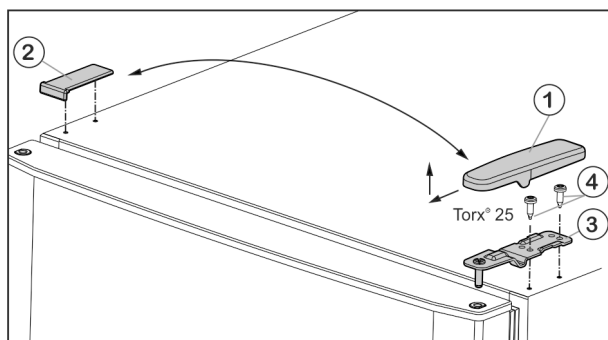

Fig. 4
- ▶ Trageți capacul Fig. 4 (1) în față și în sus.
- ▶ Ridicați capacul Fig. 4 (2).
- ▶ Deșurubați suportul superior al lagărului Fig. 4 (3) (2 șuruburi Torx® 25) Fig. 4 (4) și trageți-l în sus.
- ▶ Introduceți în ușa suportul de lagăr superior Fig. 4 (3), pe noua latură a balamalei.
- ▶ Strângeți cu șuruburi (cu 4 Nm) suportul superior al lagărului (2 x Torx® 25) Fig. 4 (4). Eventual punctați în prealabil găurile de înșurubare sau utilizați o șurubelniță cu acumulator.
- ▶ Aplicați din exterior și cuplați capacul Fig. 4 (1) pe partea opusă.
- ▶ Aplicați de sus și cuplați capacul Fig. 4 (2) de fiecare dată pe partea opusă.